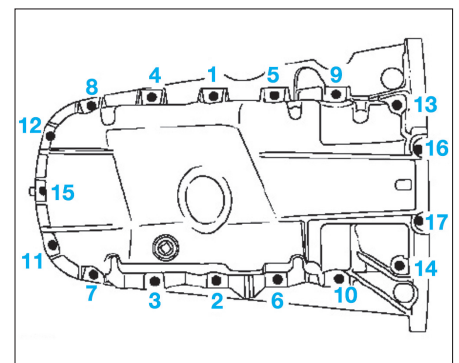

Fig. 20
- les trois vis (4) de liaison carter inférieur d'huile-cloche d'embrayage sans les bloquer.
- Placer la face (5) du carter inférieur d'huile contre la cloche d'embrayage.
- Serrer les vis de fixation du carter d'huile en respectant l'ordre de serrage (Fig.20).